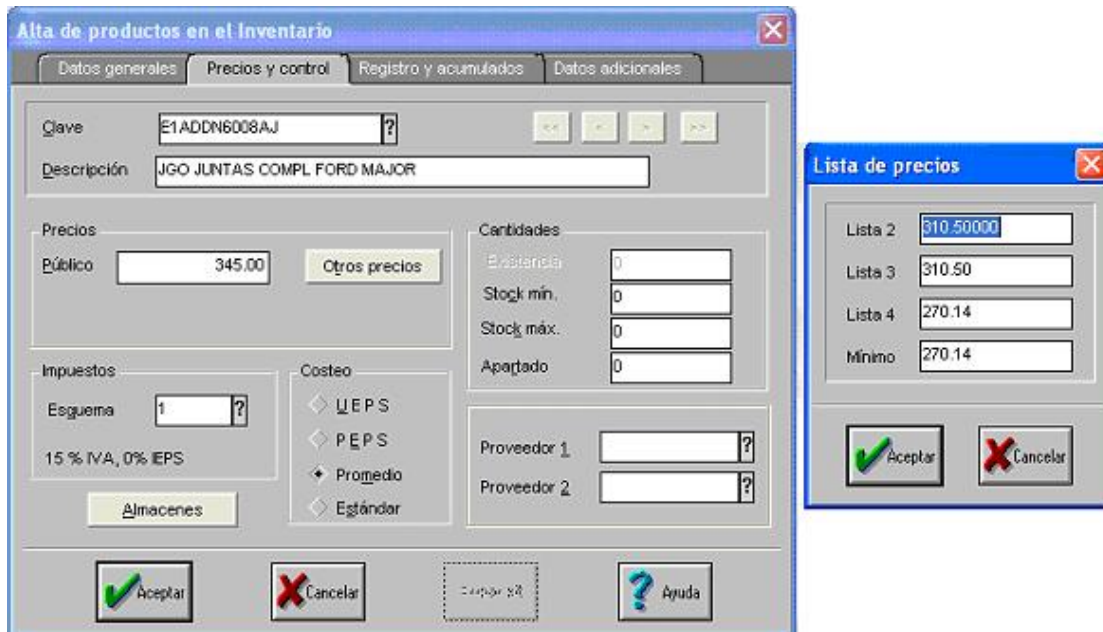

Imagen 4.4 “Alta de productos especificando precios y control” [Soft1]
- En la segunda pestaña de precios y control, especificara los precios público, el tipo de impuesto, el tipo de costeo, los stocks mínimo y máximo. (Imagen 4.4)